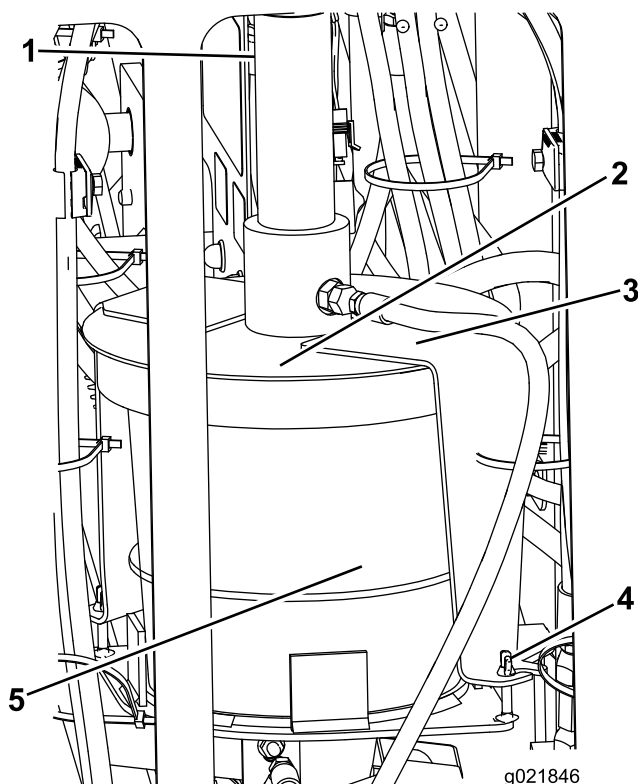

Figura 56
3. Solte as porcas-borboleta que fixam a abraçadeira da tampa à máquina (Figura 56).
4. Gire a tampa e puxe a abraçadeira, liberando-a dos parafusos retentores (Figura 56).
5. Levante o conjunto da tampa para longe do reservatório vazio de lubrificante de roscas (Figura 56).
7. Posicione o êmbolo no novo reservatório e encaixe o conjunto da tampa sobre o reservatório (Figura 56).
8. Posicione a abraçadeira sobre parafusos retentores e gire a tampa para encaixar a abraçadeira nos parafusos (Figura 56).